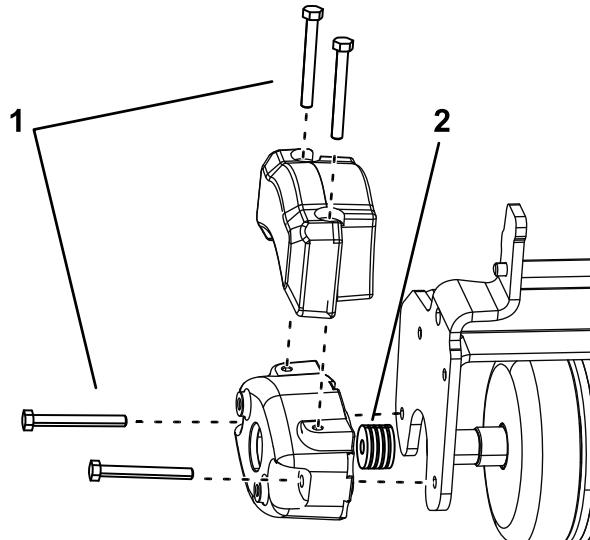

Bild 5
- Setzen Sie die zwei Schrauben (5/16-18" x 2 3/4") ein, wie in Bild 5 abgebildet..
- Legen Sie vier Unterlegscheiben (1/8") pro Schraube zwischen das Gegengewicht und die Seitenplatte der Dreifachrolle (Bild 5).